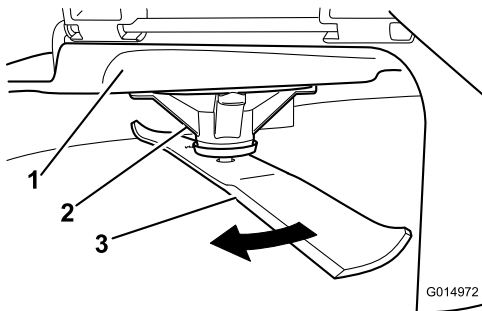

Bild 59
2. Tragen Sie dicke Handschuhe oder andere angemessene Handschuhe und drehen Sie das Messer langsam in eine Stellung, in der das Messen des Abstands zwischen der Schnittkante und der ebenen Fläche der Maschine möglich ist (**Bild 59**).